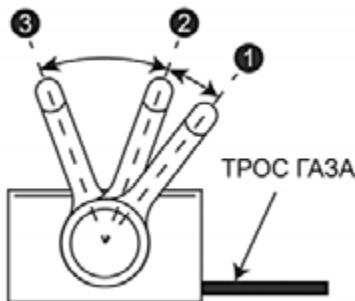

Рис. 16 Положения рычага газа
- Для запуска холодного двигателя закройте воздушную заслонку карбюратора, для этого переведите рычаг газа 6 (Рис. 1) в положение «1» (Рис. 16). Для запуска прогретого двигателя переведите рычаг газа на 1/3 хода из положения 3 в сторону положения 2 (Рис. 16).
- Рычагом газа переведите двигатель в режим холостого хода (переведите рычаг газа в положение 3 (холостых оборотов) (Рис. 16)
Кошение необходимо производить только на максимальных оборотах двигателя (рычаг газа в положении 2 (Рис. 16)). Уменьшение оборотов двигателя для снижения скорости движения газонокосилки допускается только на короткое, непродолжительное время. Постоянная работа двигателя газонокосилки на средних и холостых оборотах с целью уменьшения скорости движения газонокосилки (или возможной экономии топлива) запрещается. В противном случае, это приведет к